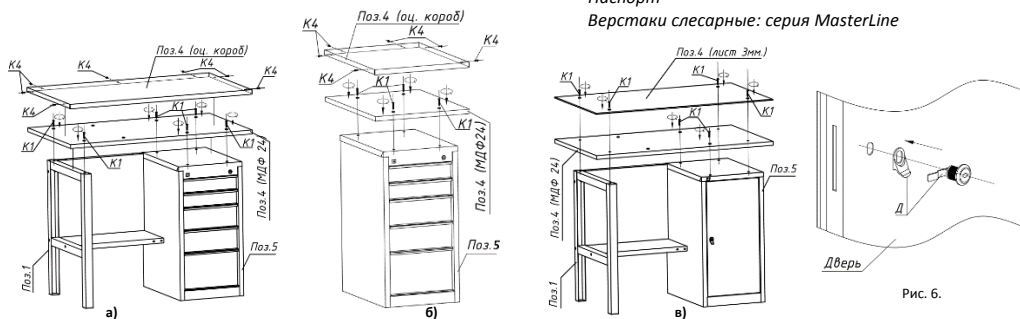

Рис. 5. Крепление столешниц согласно её типу: а – столешница оцинкованная, тип С1; б – мини столешница оцинкованная, тип С2; в – столешница стальная, тип С3.
- Для столешниц типа C1 и C2 предварительно выкрутить саморезы K4 из штатных мест, аккуратно снять Короб оцинкованный. Прикрепить Плиту МДФ24 мм. поз. 4 к Опорам (Тумбам) винтами K1. Аккуратно надеть Короб на Плиту МДФ24 и установить саморезы K4 обратно в штатные места (см. рис. 5, а и б). Для столешниц типа C3, вначале крепится Плита МДФ 24 мм. (поз. 4) к Тумбам винтами (K1) 4 шт., в отверстия с зонковой расположенные ближе к середине Плиты МДФ24 мм. (для Опор операция не актуальна). Наложить Лист стальной 3 мм. на Плиту МДФ 24 мм. и прикрепить к Опорам (Тумбам) винтами K1, через отверстия по краям (см. рис. 5, в).